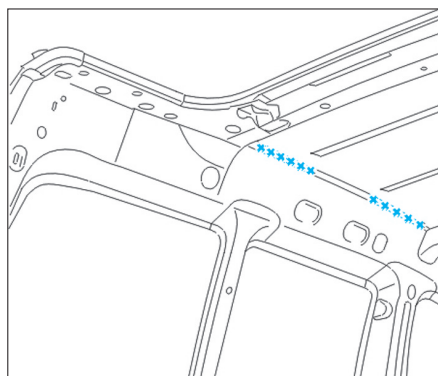

FIG. 93
- Découper par fraisage des points (découpage symétrique) (Fig.93).